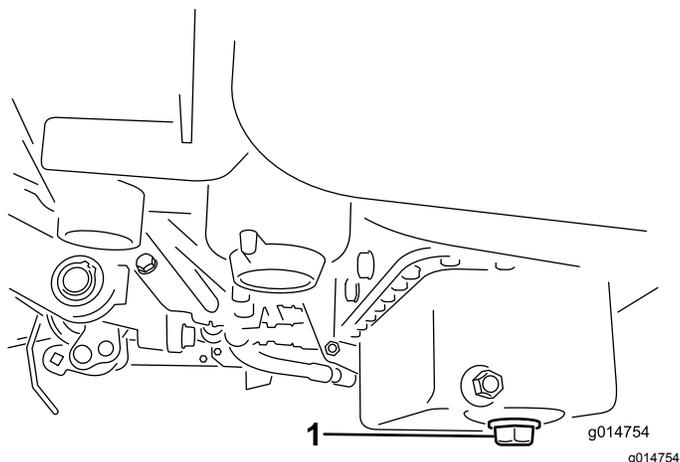

图45
1. 拆下排油塞、让油流入放油盘。油不再流时、安装排油塞 图45。